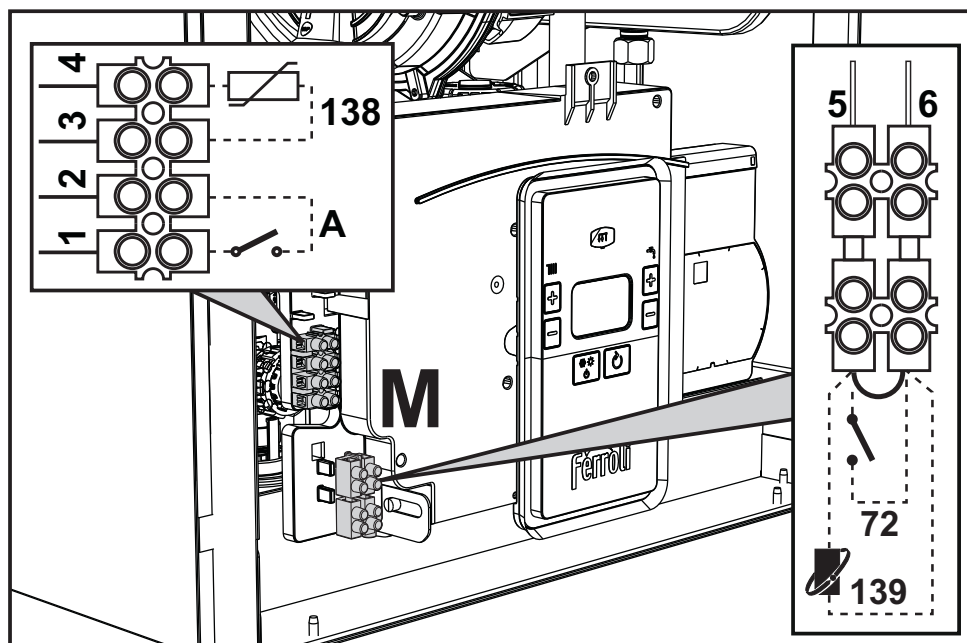
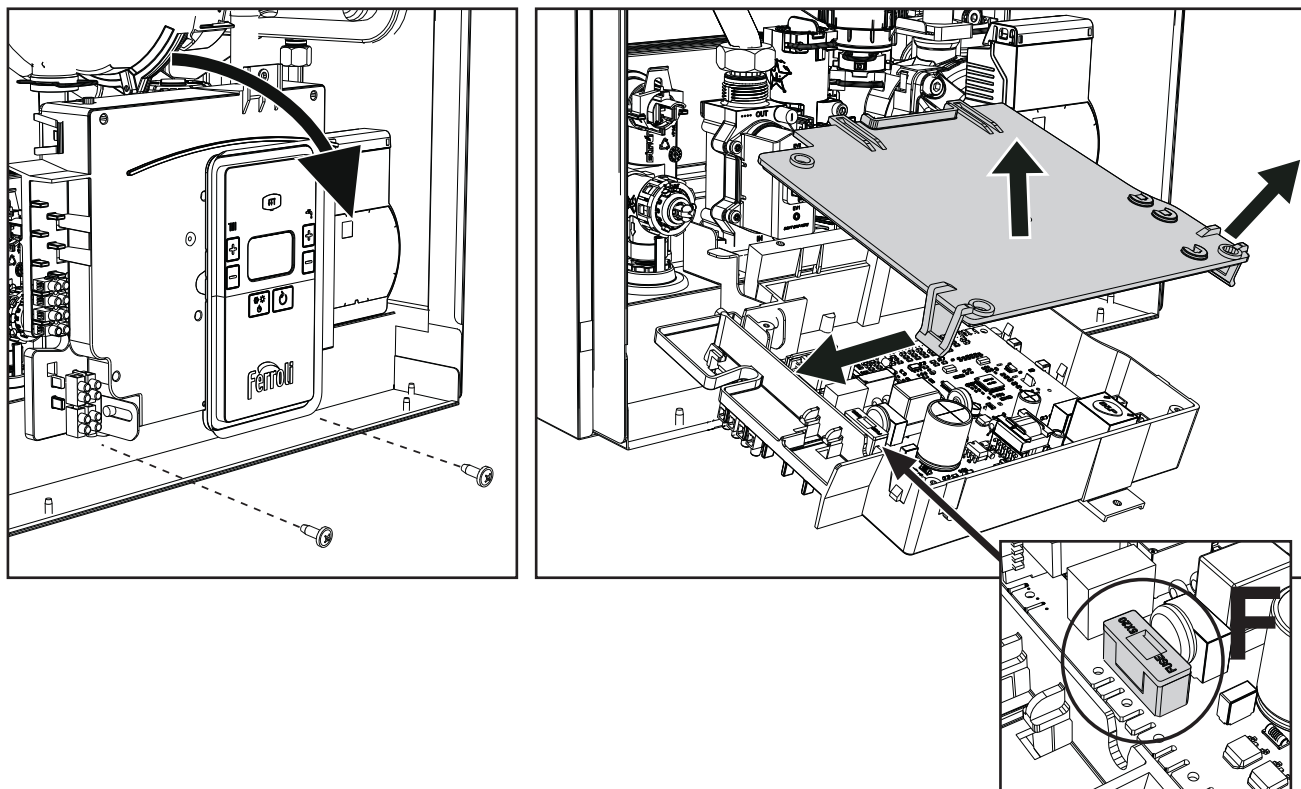

fig. 18
fig. 19
Après avoir retiré le panneau avant ("Ouverture du panneau avant" à la page 89), il est possible d'accéder aux borniers (M) et au fusible (F), en suivant les indications ci-après (fig. 18 et fig. 19). **Les borniers indiqués en fig. 19 doivent être du type à contacts propres (et non pas 230 V).** La disposition des barrettes pour les différentes connexions est reportée dans le schéma électrique au chapitre des données techniques fig. 53.
Configuration interrupteur ON/OFF (A fig. 18)